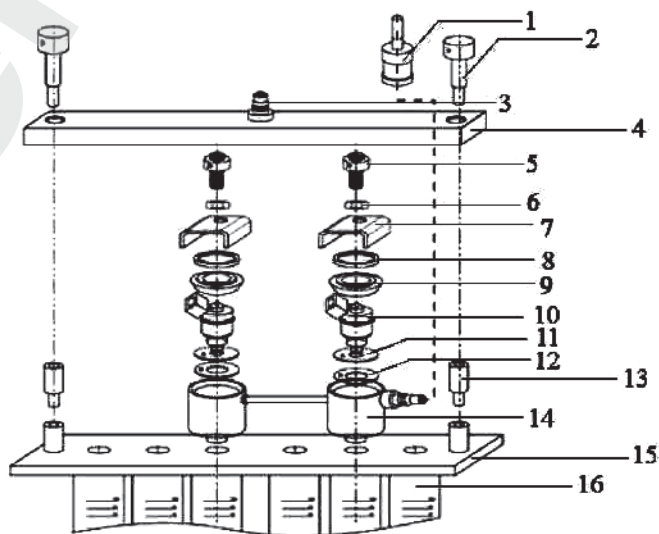

Рис. 2.3 Схема установки инжектора с боковой подачей топлива
5. Установите топливную рампу вместе с цилиндрами на панель (16), и зафиксируйте их с помощью винтов (2). См. рис. 2.3.
6. Соедините топливную рампу с топливопроводным шлангом с помощью разъема (1).
8. Запустите стенд при помощи джойстика (2) → (Start/«Пуск»).